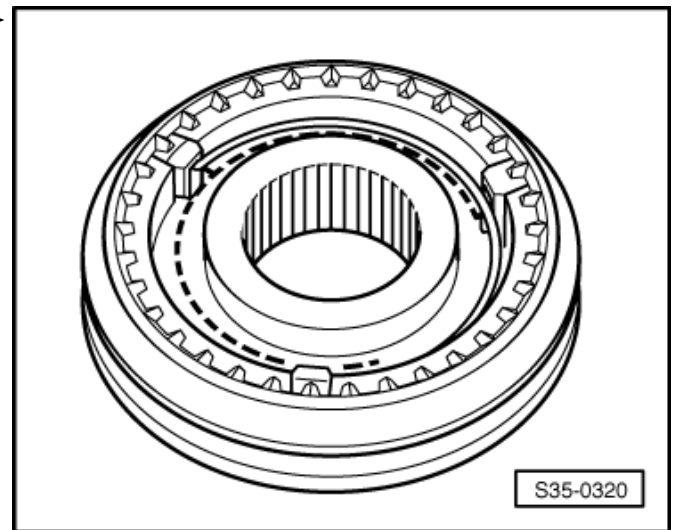

Abb. 14: Schiebemuffe/Synchronkörper 5. und 6. Gang aufpressen
- ☐ aufpressen ⇒ Abb. 14 in **35-3** Seite 7